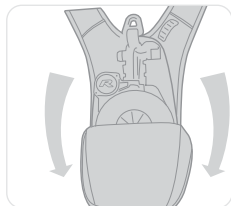

Figur 4
- Sørg for, at nedstigningslinen ikke stikker ud af anordningen, da dette indikerer, at en nedstigning har fundet sted (Se Figur 4). Hvis nedstigningslinen stikker ud, må den ikke anvendes. Tag Latchways PRD ud af brug og rådfør dig med MSA eller en autoriseret agent.